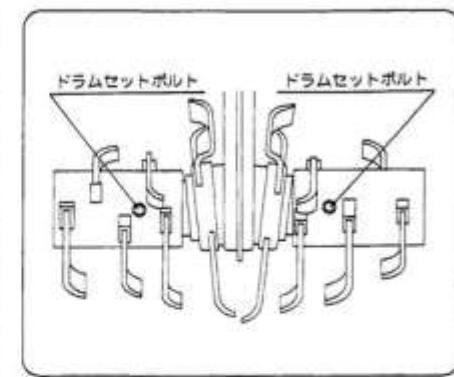

図41
- ドラムローター（左右）のセットボルト（左各1本）をゆるめドラムローターを外してください。（図41）